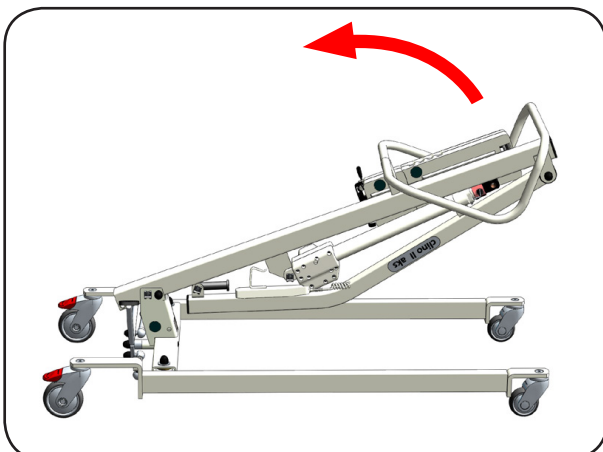
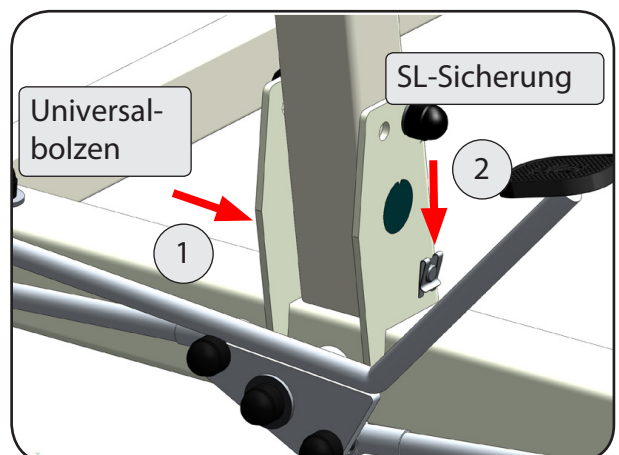

Abbildung 08
Abbildung 09
3. Richten Sie den Standmast auf (Abbildung 08) und sichern Sie ihn anschließend wieder mit dem Universalbolzen mit SL-Sicherung (Abbildung 09).